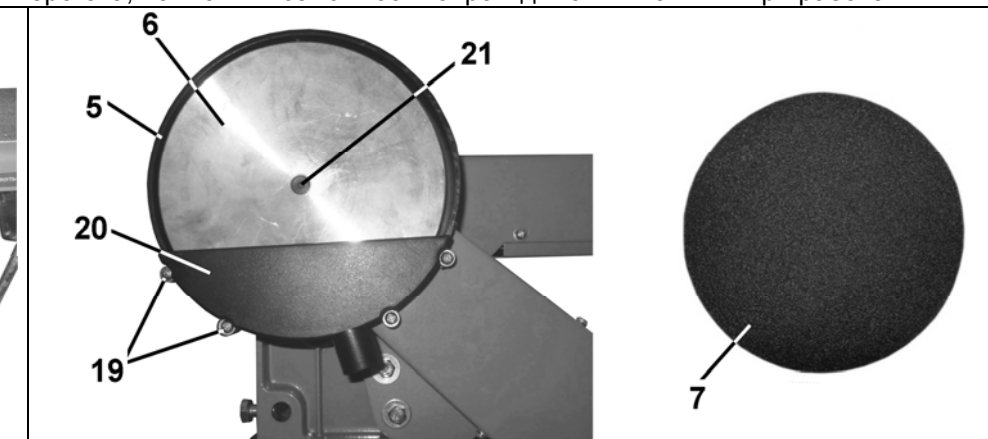

Рис. 4
- положение закрепите болтом (29), как показано на Рис. 4, 8.